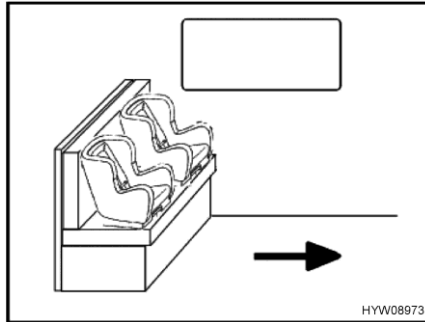
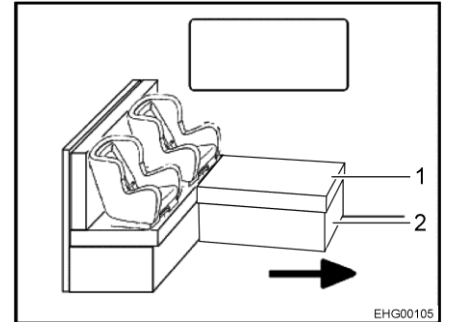

Bild 19 Barnstolar på sittbänken
Bild 20 Barnstol på L-sittbänken
Pil i Bild 19 och Bild 20 visar färdriktningen.
- Ta bort dynan (Bild 20,1) vid behov.
- Fäll ihop lådan (Bild 20,2) vid behov.